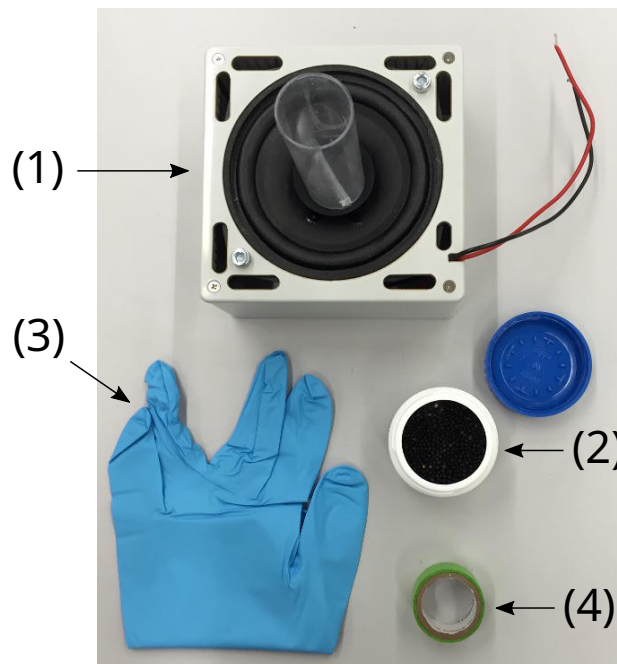

Figure 2 : Matériel additionnel pour l'expérience.
- On peut ajuster l'amplitude du signal en dents de scie au moyen du potentiomètre de droite (*speaker amplitude* (4)). Une tension constante proportionnelle à l'amplitude du signal est produite entre la sortie *speaker amplitude* (6) et la sortie *GND* (7). Les numéros font référence à l'image (Fig. 2) donnée dans les instructions générales.